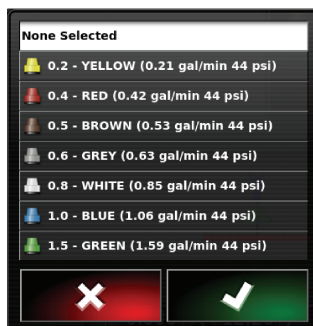

Figure 12
3. Sélectionnez la buse correcte (Figure 12).